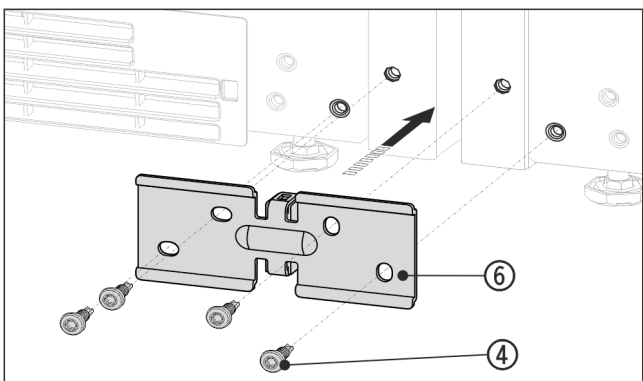

Fig. 14 Eksempelfremstilling
- ▶ Skyv vinkelen Fig. 14 (6) med avstandsstykket inn mellom enhetene, og skru den løst på med 4 skruer Fig. 14 (4).